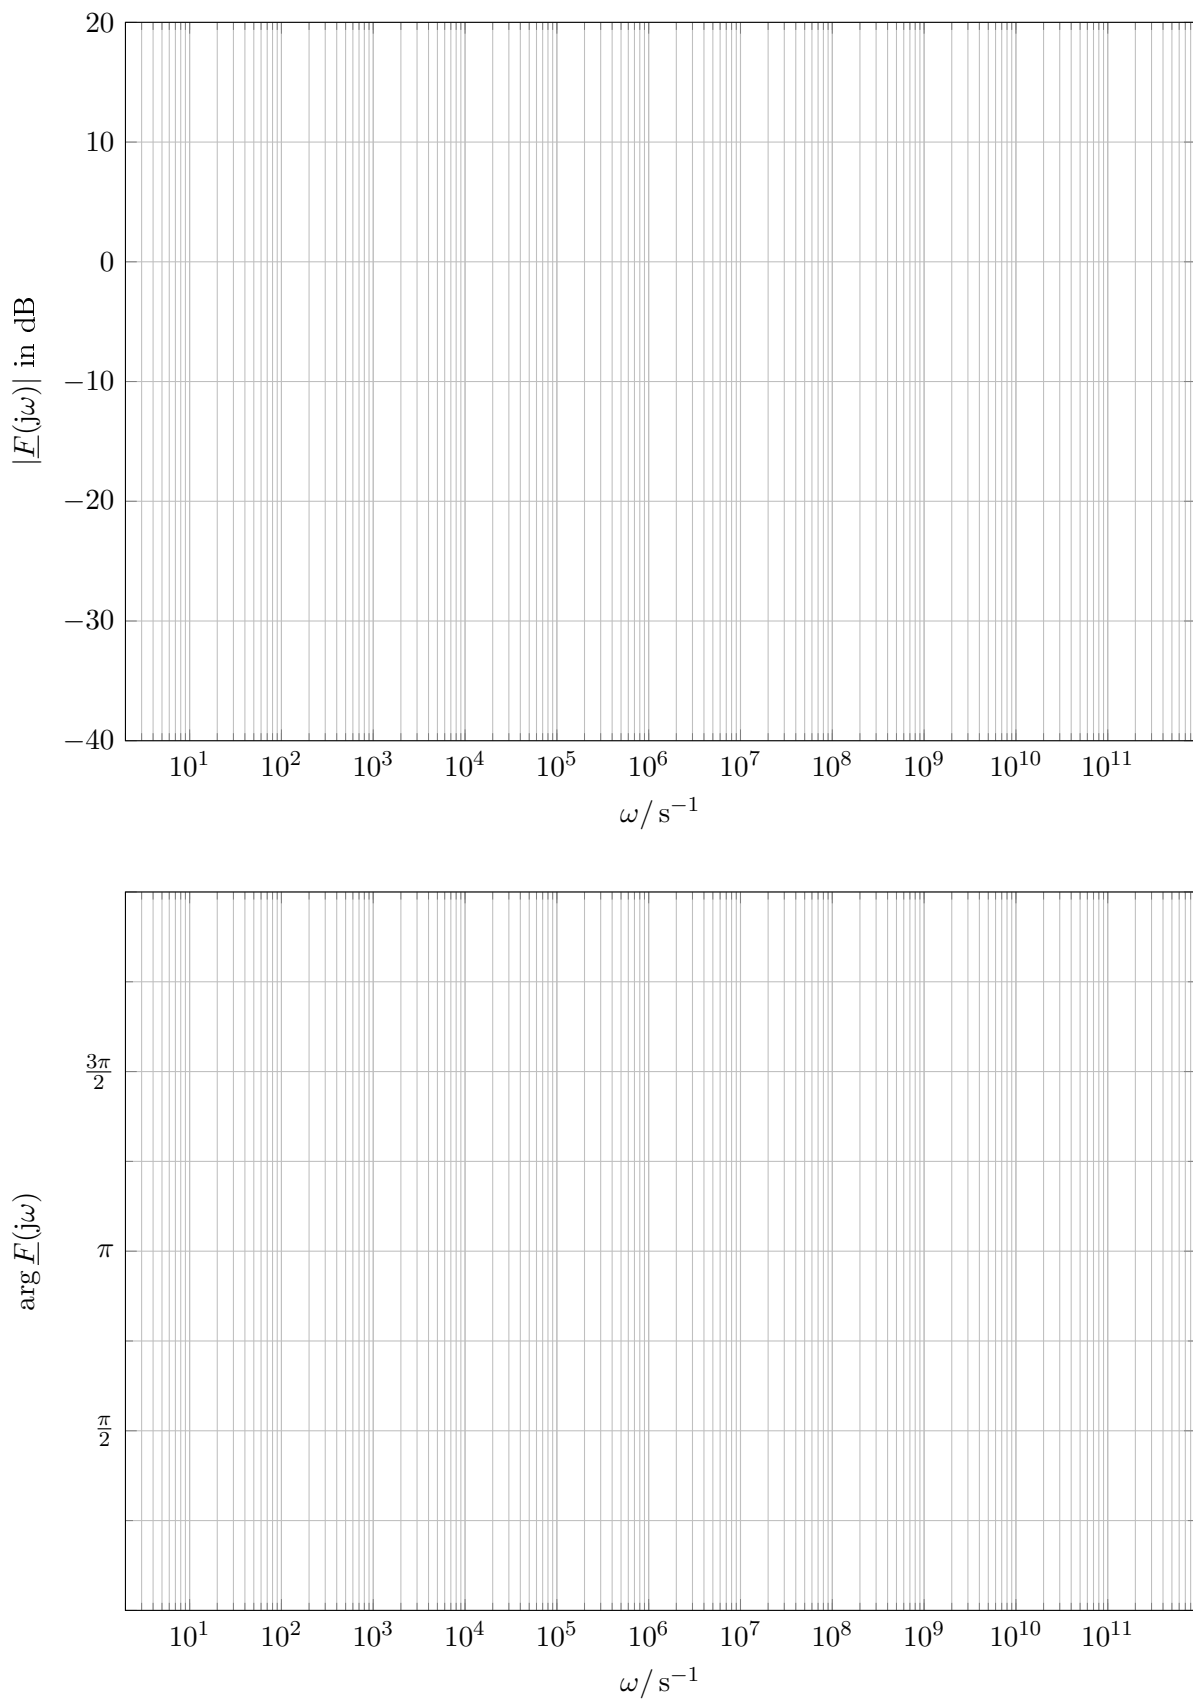

Abbildung 4: Bode-Diagramme – Betrags- und Phasengang der Übertragungsfunktion $\underline{F}(j\omega)$
- h) Zeichnen Sie den Betragsverlauf von $\underline{F}(j\omega)$ im doppellogarithmischen Maßstab über der Frequenz ω in Abbildung 4 ein. Machen Sie dabei den asymptotischen Verlauf kenntlich. Welche Filtercharakteristik weist die Schaltung auf?
- i) Zeichnen Sie den Phasenverlauf von $\underline{F}(j\omega)$ im halblogarithmischen Maßstab über der Frequenz ω in Abbildung 4 ein. Machen Sie dabei den asymptotischen Verlauf kenntlich.